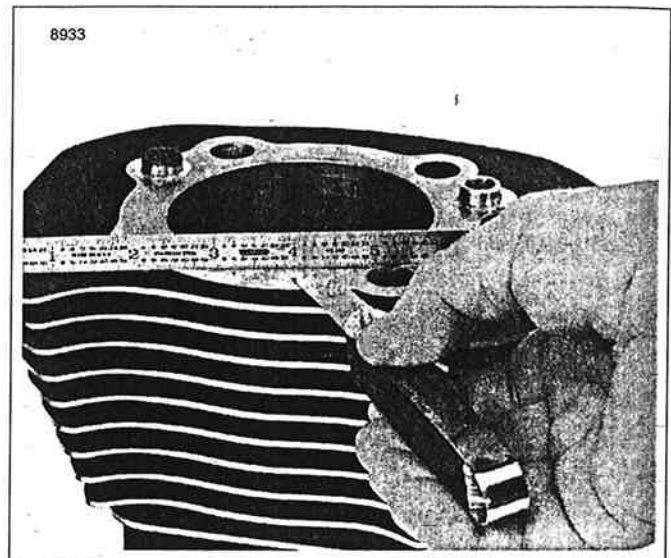

Figura 3-46. Comprobación de la superficie de la junta
1. Vea la Figura 3-46. Compruebe que la junta de la parte superior del cilindro (culata) tenga una chatedad de 0,15 mm (0,006 pulg.). Coloque sobre la superficie una regla y trate de insertar una lámina calibradora entre la regla y la superficie de la junta.